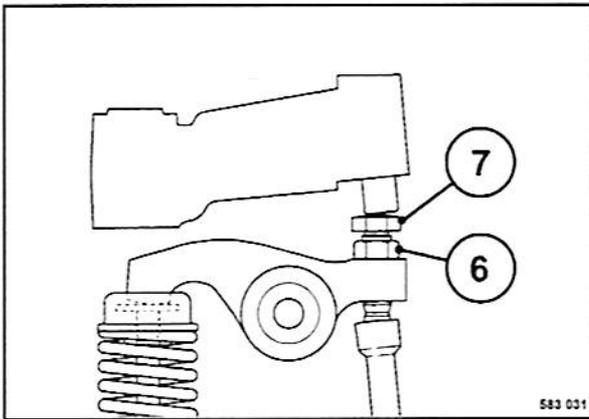

Fig. 169
- Soltar la contratuerca 6 (Fig. 169).
- Sostener el disco del ángulo de giro para que no se puede mover, y apretar la contratuerca 6 (Fig. 169).